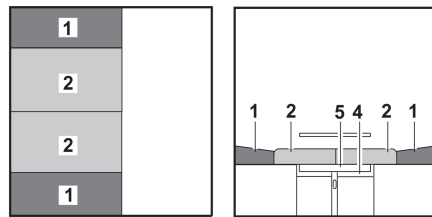

Fig. 68 Après la transformation
- Tirer les coussins d'assise (Fig. 68,2) vers le centre.
- Placer les coussins de dossier (Fig. 68,1) entre les coussins d'assise et la cloison.